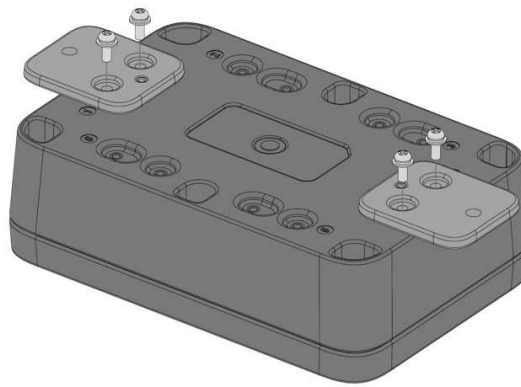

Abbildung 21: Befestigung der Wandhalterung am Gehäuse
2. Befestigen Sie die mit dem Buchstaben D gekennzeichneten Wandhalterungen mit vier (4) M3*8-mm-Kopfschrauben mit Unterlegscheibe am WisBlock Unify-Gehäuse. Platzieren Sie sie an den Befestigungspositionen Nr. 1 und 4 oder 2 und 6 oder 3 und 6 des Gehäuses, wie in **Abbildung 21** dargestellt.